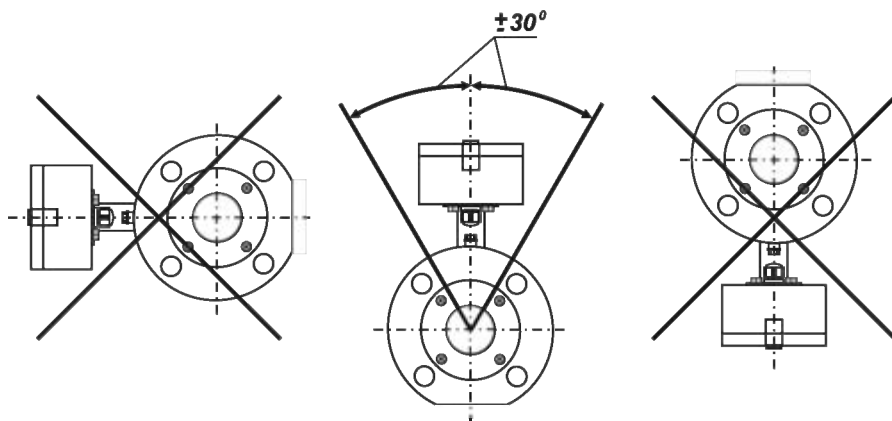

Рисунок 2.5 – Допустимый сектор установки расходомера
2.3.3.13. При монтаже расходомера в горизонтальные и наклонные трубопроводы систем отопления и ГВС требуется ориентировать расходомер так, чтобы электронный преобразователь находился в промежутке от 0° до 30° по отношению к вертикальной оси, рисунок 2.5.